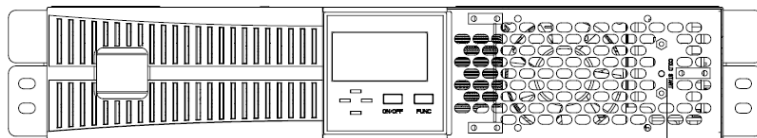

Рис. 4-1: Кнопка холодного старту
3) Натисніть кнопку холодного старту, щоб увімкнути ДБЖ, як показано на рис. 4.1.. Після того, як увімкнеться зумер, утримуйте кнопку ON/OFF протягом 2,5 секунд.